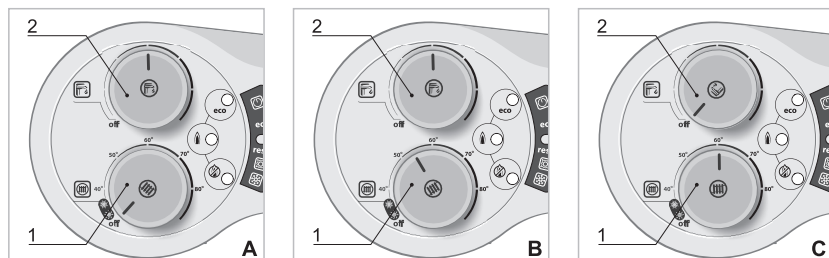

Рис. 3. Регулировка работы котла
- Нажмите кнопку включения (см. рис. 3 поз. 3) и удерживайте ее, пока котел не включится;